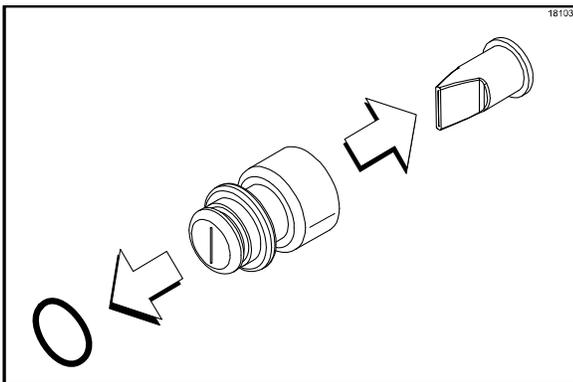

Figura 29
10. Remova a válvula bico de pato e o anel de vedação da conexão de ponta do xarope. (Veja a Figura 29.)